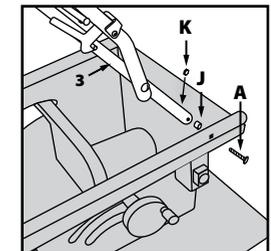

Fig. 6
- Attachez l'élément **4** à l'endroit prévu sur la machine. Veillez à ce que le levier de blocage et la goupille soient du même côté que la molette de levage et d'abaissement/de réglage de l'inclinaison. (**Fig. 6**).